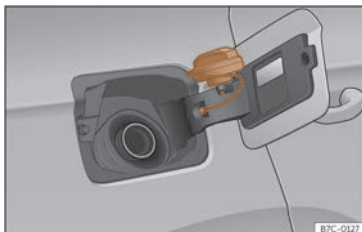

Fig. 190 Tapa del dipòsit amb el tap encaixat.
- Poseu-lo en l'espai que hi ha a la frontissa de la tapa oberta»» fig. 190.